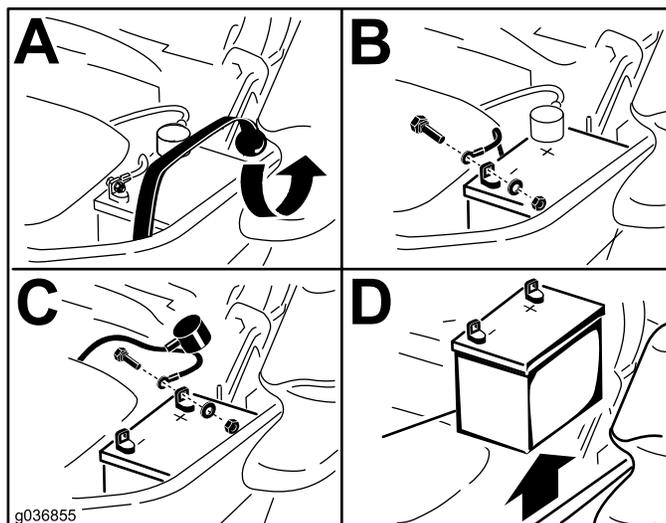

Figura 53
3. Staccate il cavo negativo (nero) di terra dal polo della batteria (Figura 53).
6. Rimuovete la fascetta in gomma (Figura 53).
1. Posizionate la batteria nel vassoio, con i poli in posizione opposta al serbatoio idraulico (Figura 53).
4. Fissate i cavi con 2 bulloni, 2 rondelle e 2 dadi di bloccaggio (Figura 53).
6. Fissate la batteria con la fascetta in gomma (Figura 53).